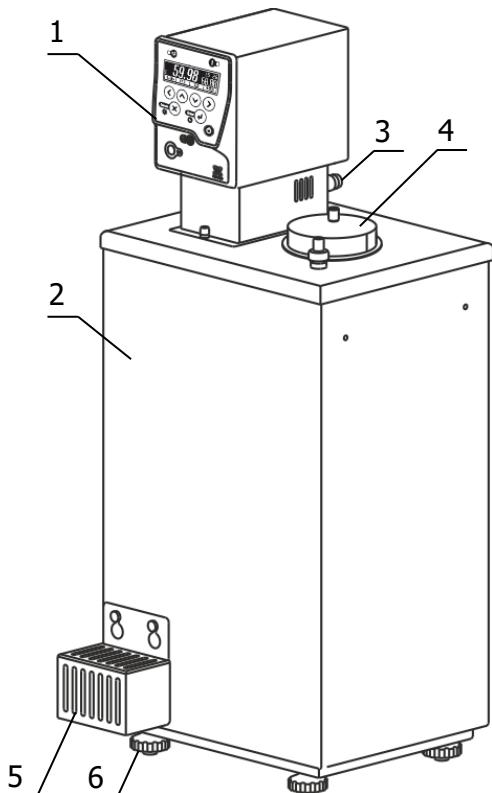

Рисунок 1 — Внешний вид термостата
**2.2.2** Установить ванну термостата на горизонтальную поверхность. Добраться горизонтального положения крышки ванны вращением ножек 6 (рисунок 1).
2.2.8 Для работы термостата ТЕРМОТЕСТ-200 при температурах теплоносителя, близких к окружающей температуре, может потребоваться дополнительное охлаждение с помощью встроенного теплообменника. В этом случае необходимо при помощи шлангов подключить штуцеры теплообменника 3 (рисунок 1) к водопроводной сети или специальному холодильному устройству, надежно закрепив шланги хомутами. Поток охлаждающей жидкости должен быть равномерным и, по возможности, небольшим. Дополнительное охлаждение не требуется, если температура теплоносителя выше температуры окружающей среды более чем на 30 °C.
- использовать крышку 4 (рисунок 1), ограничивающую доступ воздуха к поверхности теплоносителя, при выходе на установленную температуру и в промежутках между операциями поверки;